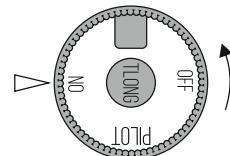

Рис. 25 Основное горение
- 4 Слегка нажмите и поверните ручку управления в положение «ON» (см. рис. 25).